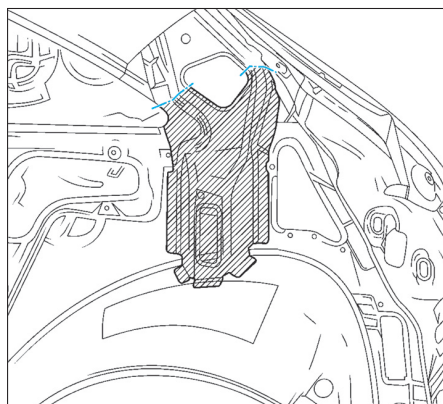

FIG. 80
- Détacher puis déposer, par perçage, le renfort de la doublure d'aile arrière (Fig.80).